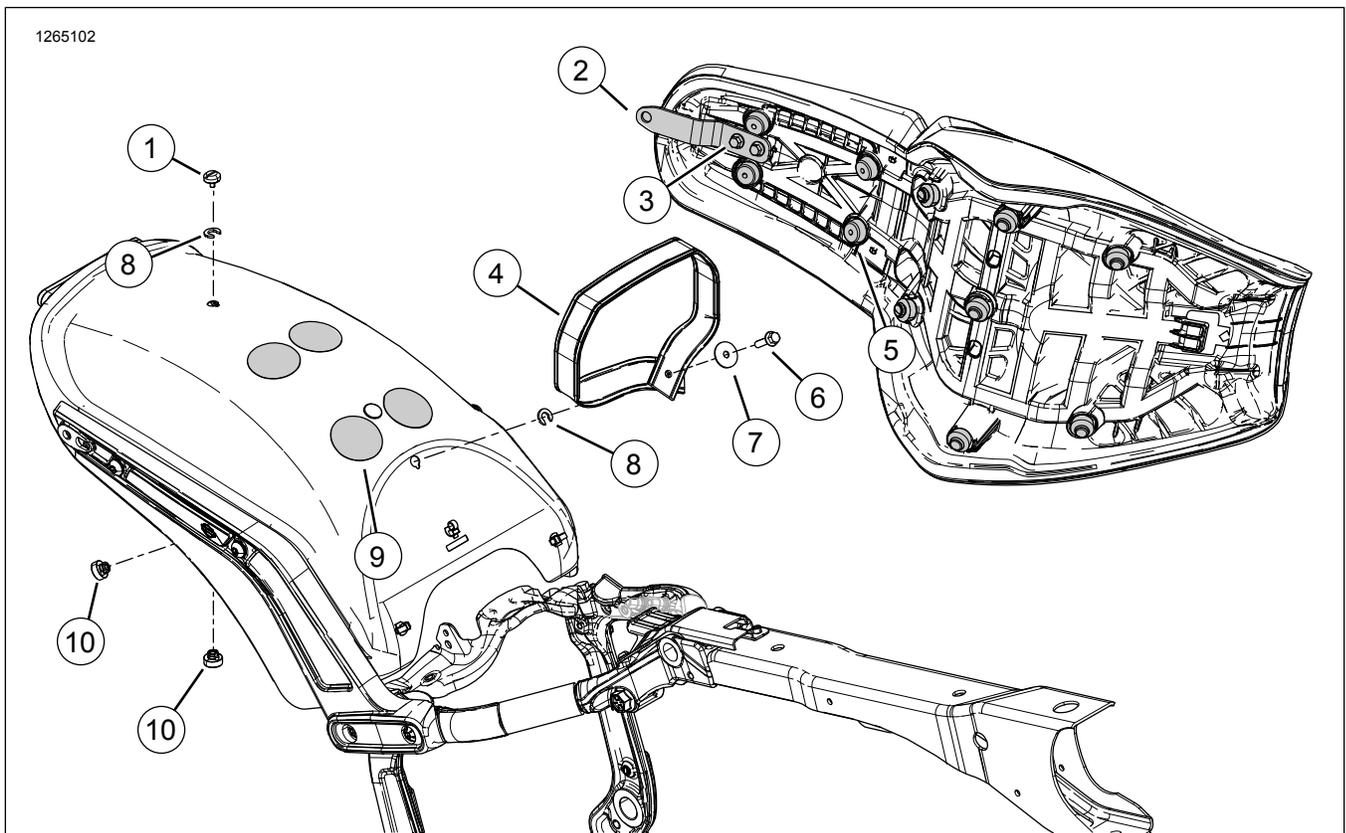
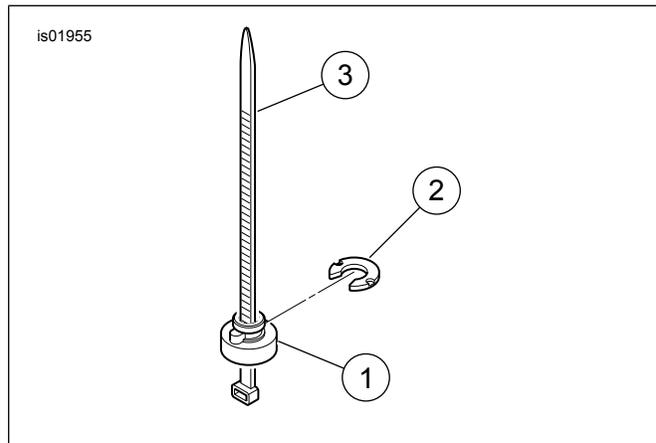

Figure 1. Contenu du kit : Selle biplace monobloc Softail
Figure 3. Outil de pose
- Tous les kits sauf 52000353 :** Voir la Figure 1. Retirez et jetez la sangle de maintien OE .
1. **Kits 52000295, 52000297, 52000300, 52000355, 52000356, 52000387, 52000388, 52000400, 52000401, 52000652, 52000653:** Voir la Figure 3. Posez l'écrou de retenue et la rondelle de retenue dans les trous correspondants du garde-boue.
- Une attache de câble peut être utilisée pour aider avec l'installation de l'écrou et la rondelle de retenue. Placez l'écrou de retenue (1) sur l'attache de câble (3).
- Une fois la nervure de l'écrou de retenue placée dans l'encoche du trou du garde-boue correspondant, glissez la rondelle de retenue (2) en place depuis l'arrière. Cela bloquera l'écrou de retenue.
2. **Kits 52000295, 52000297, 52000300, 52000355, 52000387, 52000400:** Voir la Figure 1. Installez le ruban protecteur.
- Marquez à la craie le bas des isolateurs (5) qui touchent le garde-boue.
- Kit 52000652, 52000653, 52000759, 52000761 :** Voir la Figure 1. Si le véhicule est équipé d'une plaque à goujons, utilisez la plaque à goujons pour attacher la sangle de maintien à l'aide des écrous à bride (10) du kit.
- Placez du ruban protecteur (9) sur le garde-boue arrière au-dessus des marques transférées au garde-boue.
3. **Tous les kits sauf 52000353 :** Voir la Figure 1. Installez la sangle de maintien (4), la vis (6) et la rondelle (7). Serrer.
4. Voir la Figure 1. Glissez l'arrière de la selle à travers la sangle de maintien et accrochez la languette avant de la selle (12) dans le cadre (11).